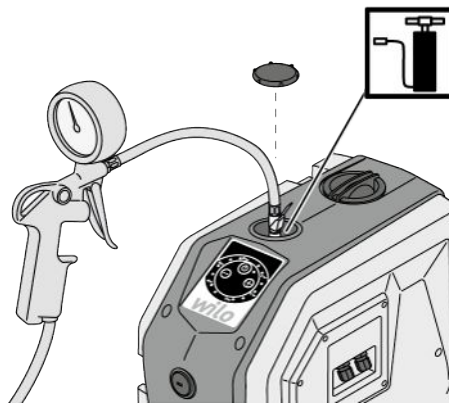
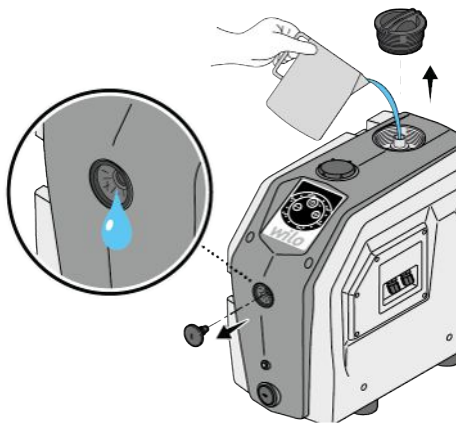

Fig. 7: Fylla membranexpansionskärl
Fig. 10: Påfyllning
1. Stäng avstängningsspjäll (Fig. 7 – pos. 1, 2) på sug- och trycksidan.
1. Om produkten är installerad i sugläge (Fig. 7) trycker du samtidigt på manöverknapparna "+" och "-" i 5 sekunder (Fig. 10).